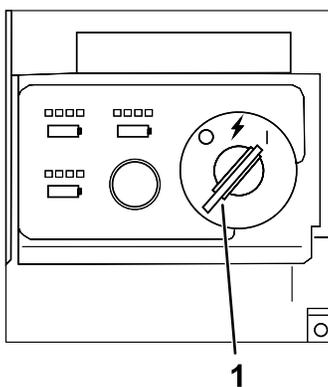

図12
4. キーをオンの位置にすると、マシンは電氣的に接続されます 図12。